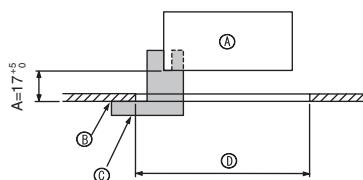

Fig. 5-2
①	Grille	1	950 x 950 (mm)
②	Vis avec rondelle captive	4	M5 x 0,8 x 25
③	Jauge	1	(Divisée en quatre parties)
④	Attache	3
⑤	Vis	4	4 x 8
⑥	Vis	1	4 x 12
5.2. Préparation avant d'attacher la grille (Fig. 5-2)
- A l'aide de la jauge ③ fournie avec ce kit, régler et vérifier la position de l'appareil par rapport au plafond. Si l'appareil n'est pas correctement positionné, il y aura des risques de fuites d'air et de la condensation pourrait s'accumuler.